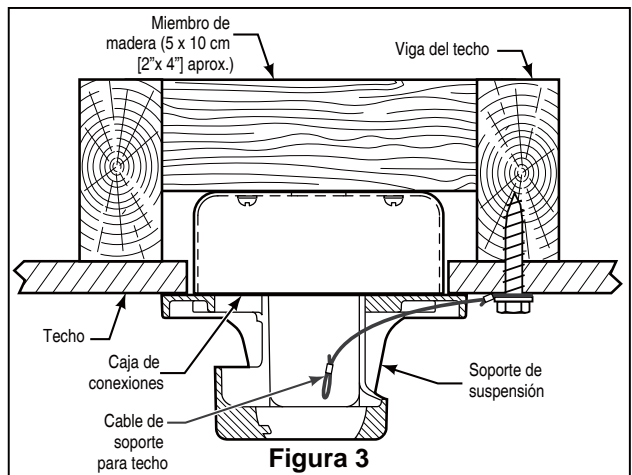

Figura 3
3. Afloje los dos tornillos de fijación del soporte del barral. Introduzca los cables de color negro, azul y blanco a través de la varilla. (Figura 3)
1. Fije bien la abrazadera para colgar a la caja de salida con los tornillos y las arandelas provistas con la caja de salida. (Figura 3)
2. Perfore un orificio de 1/4" en la estructura del edificio para evitar grietas con la instalación del tornillo de intervalo. Utilice el tornillo de intervalo de 3/8"x 2" y la arandela plana para fijar el cable de seguridad a la viga del techo o a la estructura de madera. Dicho tornillo pasará a través de arandela plana, la presilla del cable de seguridad y se fijará en la estructura del edificio. (Figura 3)
NOTA: el cable de soporte para techo no se puede asegurar solamente a la caja de conexiones; se debe asegurar directamente a la viga de techo o miembro estructural con el tornillo de cabeza cuadrada de 3/8"x2" y la arandela plana. (Figura 3)
2. Una vez realizadas las conexiones, gire los conductores hacia arriba y, con cuidado, colóquelos dentro de la caja de salida; con los conductores blancos y verdes hacia un lado y los conductores negros hacia el otro. (Figura 3)
3. Instale el conector de 2 clavijas desde la placa de conexión a la unidad del motor. (Figura 3)
3. Configuración del mando a distancia y proceso de configuración de la velocidad (RPM): (Figura 3)
3. Apretar los dos tornillos de la cubierta del motor de acoplamiento. (Figura 3)